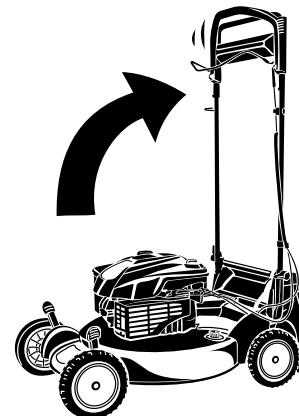

Figure 5
4. Tournez le guidon en arrière (Figure 5).